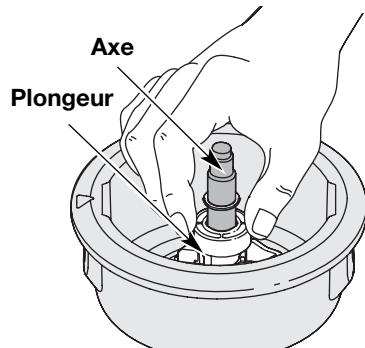

Fig. 27
- Limpie el eje y la superficie interior de la bobina exterior. Para limpiar el eje debajo del émbolo, empuje el émbolo hacia abajo (Fig. 27). Saque toda la suciedad o residuos del eje.